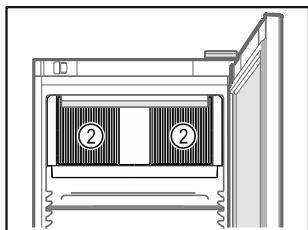

Fig. 31
- Sørg for at cirkulationsblæserens ventilationsåbninger Fig. 31 (2) i det indvendige rum altid er frie.